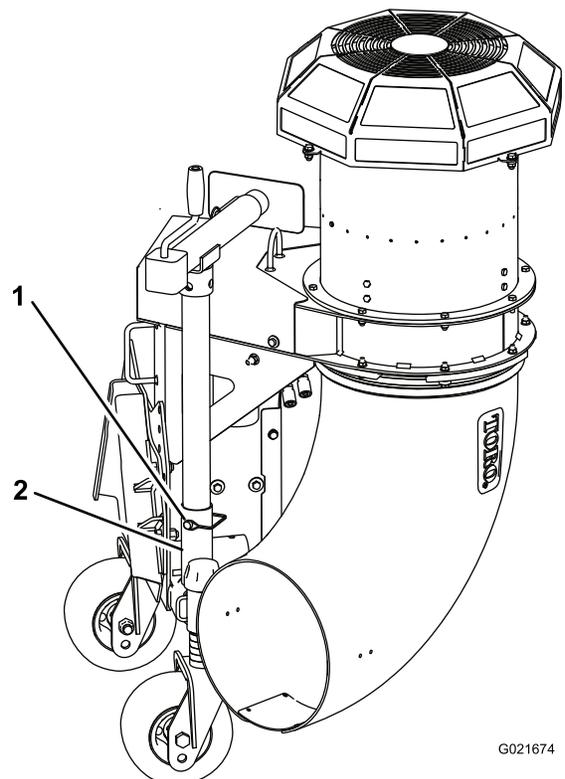

Figure 5
5. Retirez la goupille à fermoir qui fixe le tube du cric au tube de montage (Figure 5). Sortez le cric de sa position de rangement.